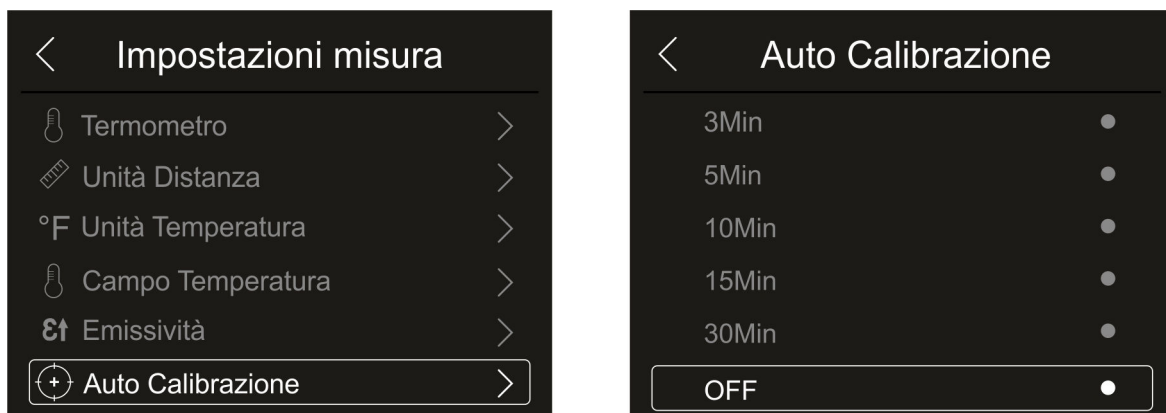

Fig. 29: Menu impostazione intervallo di auto calibrazione interna
1. Toccare la voce “Auto Calibrazione” per eseguire l’impostazione del tempo di auto calibrazione interna. La Fig. 29 – parte destra è mostrata